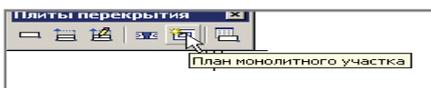

Рис. 6
- *План монолитного участка* – отрисовка плана монолитного участка для выполнения чертежа опалубки и армирования (рис. 6);